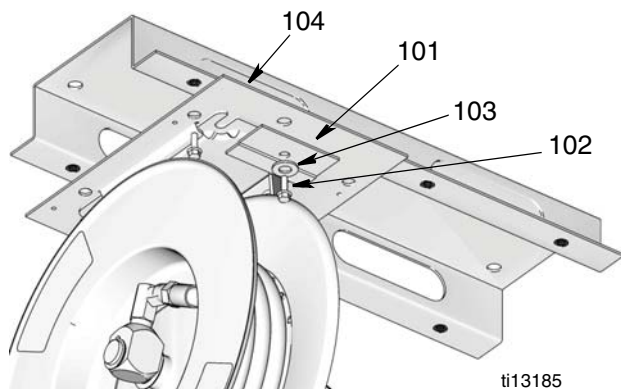

ABB. 14
- Entfernen Sie die Sechskantschraube (102), die Unterlegscheibe (103) und die Halteplatte (101). Schieben Sie den Schlauchaufroller von der Sockelplatte (104) (ABB. 14).